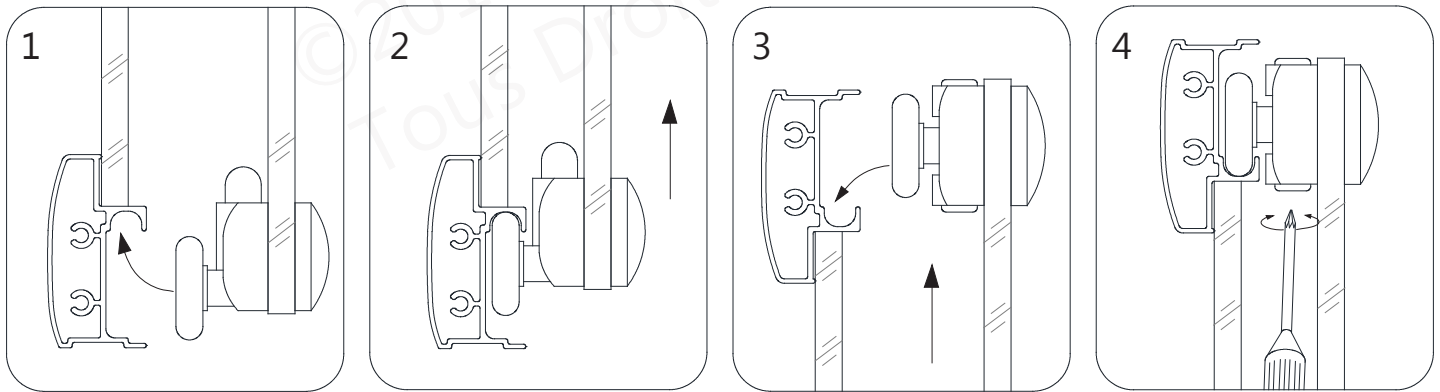

Fig 12
12. À partir de l'intérieur de la douche, insérez les **Systèmes de Roulement du Bas (N° 17)** dans le **Rail du Bas (N° 03)** (Fig. 12.1-2), soulevez la porte et placez les **Systèmes de Roulement du Haut (N° 17)** dans le **Rail du Haut (N° 03)** (Fig 12.3). Testez le fonctionnement de la porte et si nécessaire, utilisez un tournevis cruciforme N° 2 (n'utilisez pas de tournevis électrique) et ajustez les roulettes du haut pour obtenir un roulement en douceur et une fermeture de porte hermétique. (Fig 12)